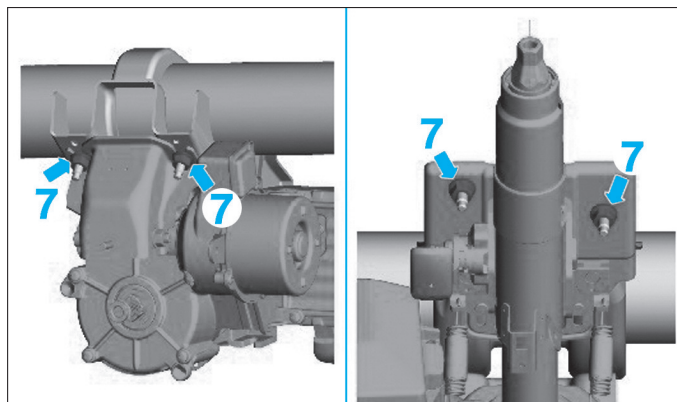

Fig. 11
- Déposer les 4 vis (7) (Fig.11)